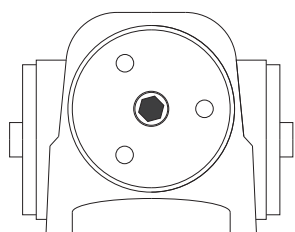

Рисунок 2
2. Регулировочным винтом на торце доводчика (рисунок 2), используя таблицу 4 отрегулируйте мощность пружины.